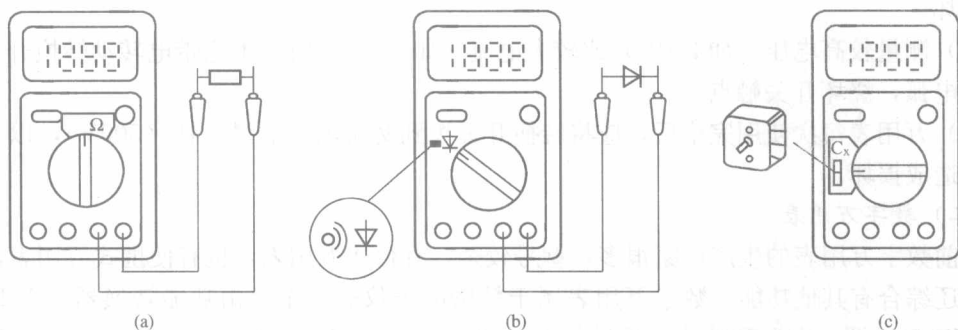

图 2-7 数字万用表的测量
（2）电阻的测量。测电阻时，先将量程转换开关拨在相应的档位，打开万用表电源开关，显示数为 1（半位）；再将两表笔跨接到电阻两引脚，如图 2-7（a）所示，读数稳定后所显示的数据就
(3) 二极管的测量。在电阻量程档内, 附设了蜂鸣器和二极管档, 如图 2-7 (b) 所示。蜂鸣器主要是用来检查电路的通断, 当有声响时, 表示被测电路通 ($R < 70\Omega$); 无声响, 则表示不通。值得注意的是, 在测量过程中, 被测电路不能带电, 否则会判断错误。
二极管档用来测量二极管的极性和正向压降值。例如测量 IN4001 型整流二极管, 置量程开关于蜂鸣器和二极管档, 用红黑两表笔分别接触二极管的两个引脚, 如图 2-7 (b) 所示。如显示溢出数 1 (反向), 则交换两表笔, 这时必然为正向测试。如果显示器读数为 537, 这说明二极管是好的, 因为二极管的正向压降是 0.537V; 显示正向压降时, 红表笔所接的引脚为二极管的正极, 黑表笔所接的为负极。假如两次测量均显示溢出数 1, 或两次均有压降读数, 表明二极管已损坏 (硅堆除外)。
(4) 三极管放大倍数 h_{FE} 的测量。将量程转换开关置于 h_{FE} 档, 被测三极管插入 BCE 插口, 显示器将显示三极管放大倍数 h_{FE} 。注意: 看清管子类型 (NPN 型管或 PNP 型管), 并插入对应的插口中; 万用表测量的 h_{FE} 是在低电压、小电流状态条件下 ($U_{CE} = 2.9V$, $I_b = 10mA$) 进行的, 数值一般偏小, 不能作为三极管的参数依据, 仅供选管时参考。
(5) 电容量的测量。万用表一般可测电容的范围为 $1pF \sim 20\mu F$, 具有自动调零功能, 还具有保护电路, 在电容测试过程中不必考虑电容器的极性及电容器的充放电等情况, 使用很方便。如测量最大容量为 $1000pF$ 以下的可变电容器, 置量程转换开关于 $2000pF$ 档, 将可变电容器任两引脚插入标有 “Cx” 处的两插孔中 (不要用表笔), 如图 2-7 (c) 所示; 将旋钮顺时针方向旋到底, 测的可变电容的最大值, 再将旋钮逆时针方向旋到底, 测的可变电容的最小值, 即得可变电容的可变容量。